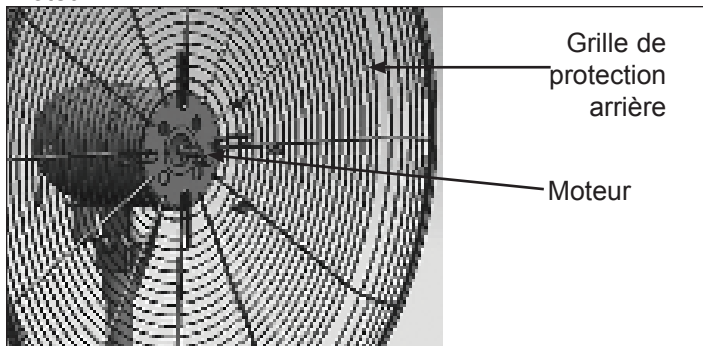

Figure 2 : Fixation de la grille de protection arrière au moteur
- Faites glisser la protection arrière sur le bloc-moteur et fixez-la à l'aide des (4) vis à embase (Figure 2). Serrez les vis fermement à l'aide de la clé/du tournevis cruciforme.